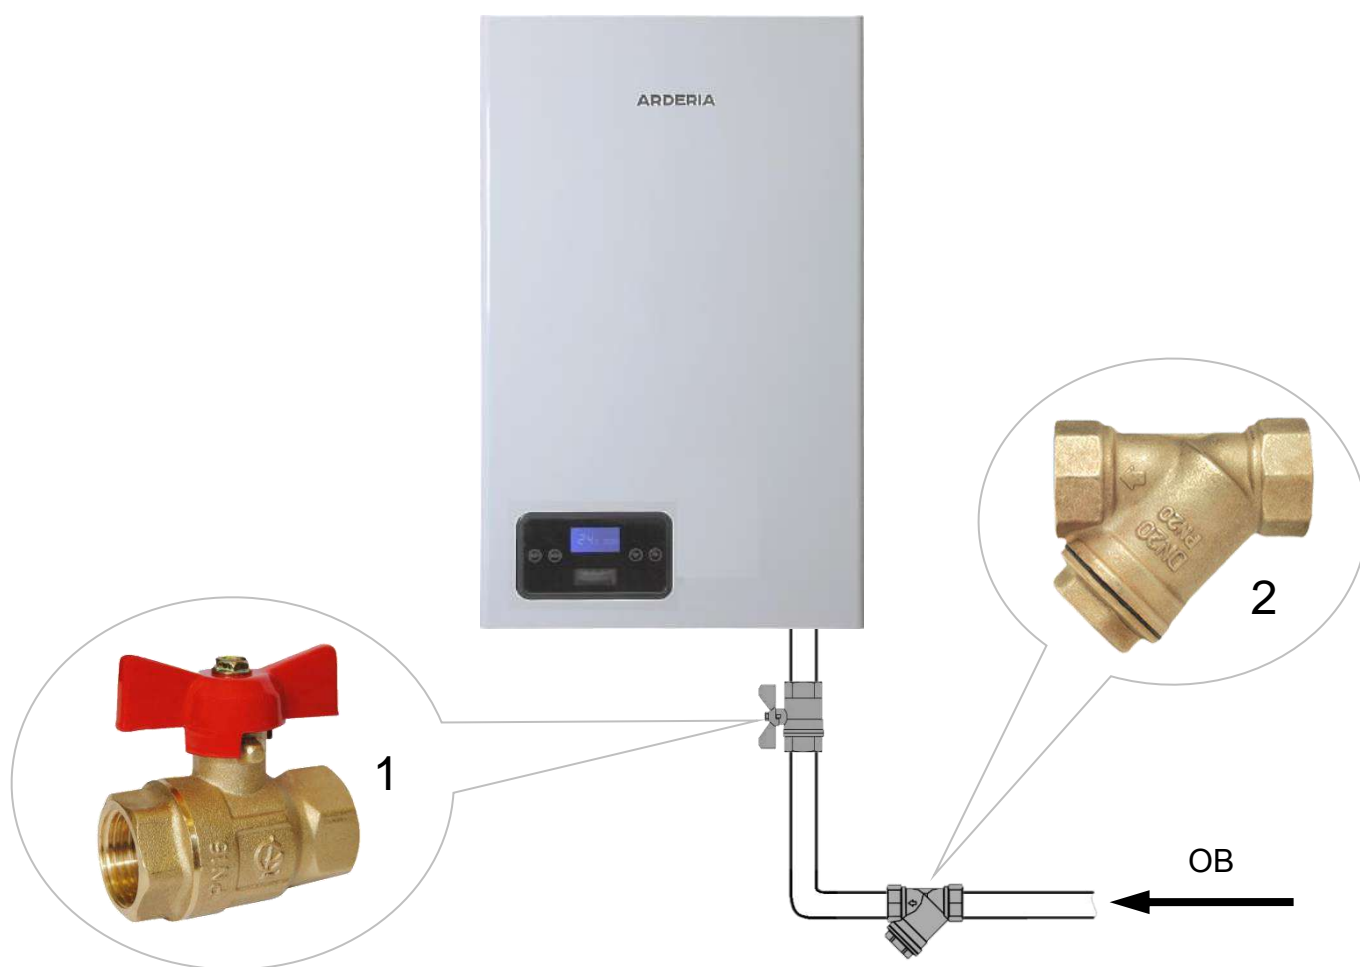

Рис. 19 Монтаж труб системы отопления
- Для осуществления ТО электрокотла, **рекомендуется** перед присоединительными патрубками котла установить запорные краны, которые **должны** быть расположены так, чтобы их поворотные ручки были доступны (См. Рис. 19).
- **Настоятельно рекомендуется** на обратном трубопроводе СО, на входе ОВ в электродкотёл установить косой сетчатый фильтр для очистки ОВ от нежелательных примесей и отложений (См. Рис. 19). Рекомендуется устанавливать фильтр с сеткой (фильтрующим элементом), у которой размеры ячеек 300-500 микрон.